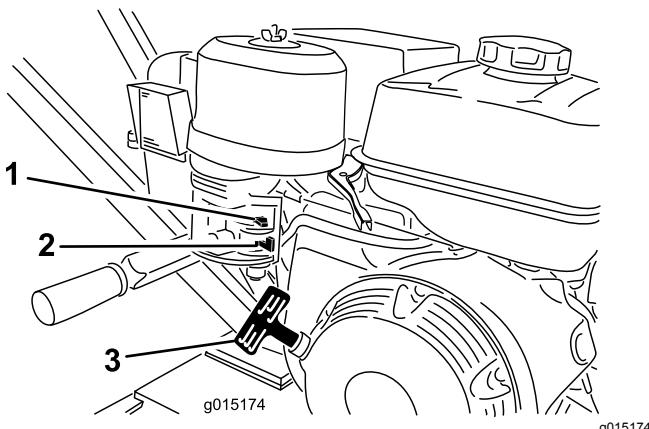

Figura 9
1. Mueva la válvula de combustible a la posición de ABIERTO, totalmente hacia la derecha (Figura 9).
2. Mueva la palanca del estárter a la posición de ACTIVADO (Figura 9).
5. Tire suavemente del arrancador de retroceso hasta que note resistencia, luego tire con fuerza (Figura 9). Deje que el arrancador de retroceso vuelva lentamente a su posición inicial.